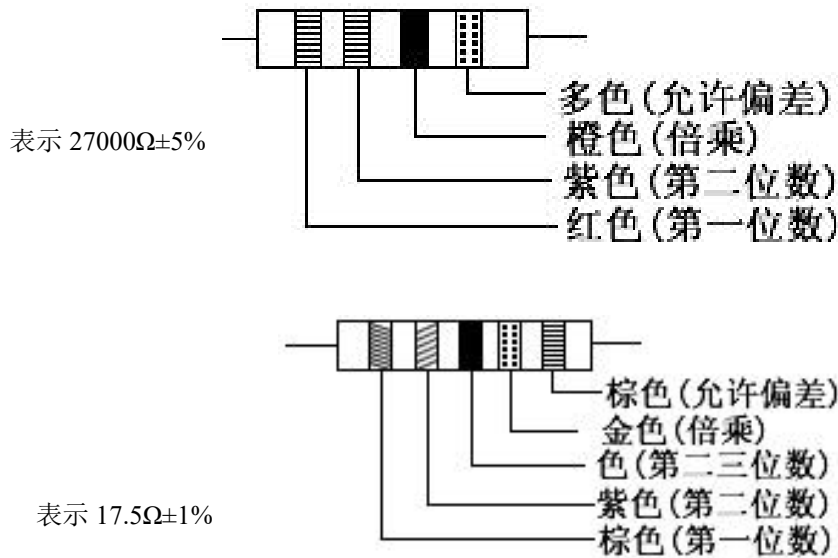

图 2-3 色环电阻
- 2) 精密度电阻器的色环标志用五个色环表示。第一至第 3 色环表示电阻的有效数字，第 4 色环表示倍乘数，第 5 色环表示容许偏差，图 2-3 的电阻为 $17.5\Omega \pm 1\%$